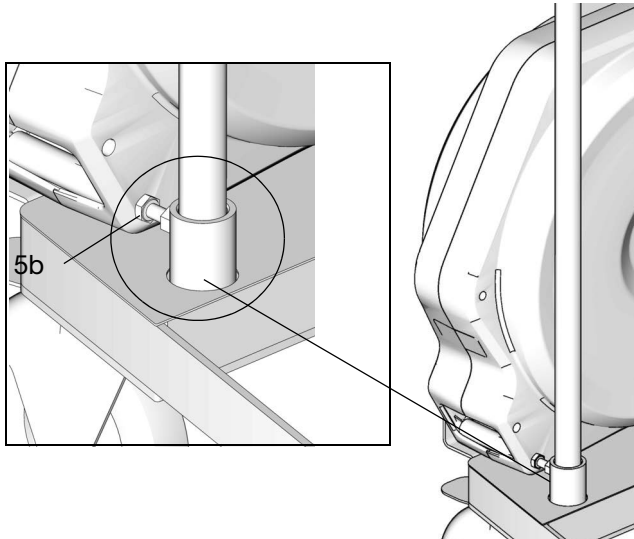

FIG. 31
3. Fixer le sous-ensemble de poignée (5a) sur le chariot (5) à l'aide des boulons fournis (5b) et d'un tournevis pour bien serrer les boulons (FIG. 31).